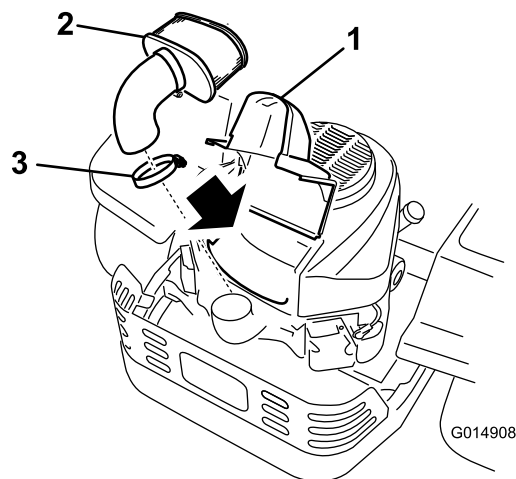

Figure 36
3. Nettoyez la surface autour du couvercle du filtre à air pour éviter que des impuretés ne s'introduisent dans le moteur et l'endommagent. Soulevez le couvercle et déposez le collier qui fixe l'ensemble filtre à air au moteur (Figure 36).
4. Desserrez le collier de flexible et retirez l'élément en papier (Figure 36).